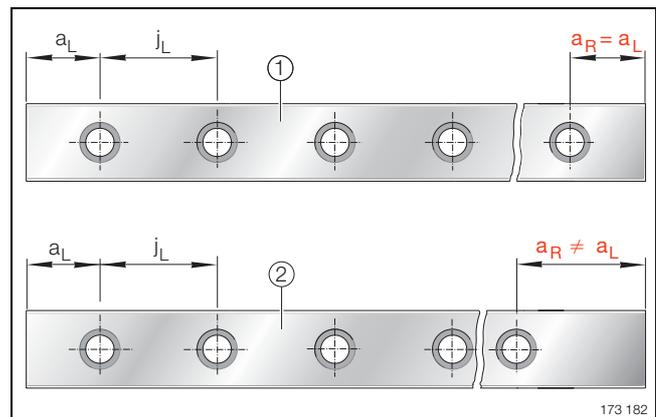

Figura 4 · Distribución simétrica ① y asimétrica ② para una hilera de agujeros
- $a_L \geq a_{L\min}$  y  $a_R \geq a_{R\min}$  (figura 4).